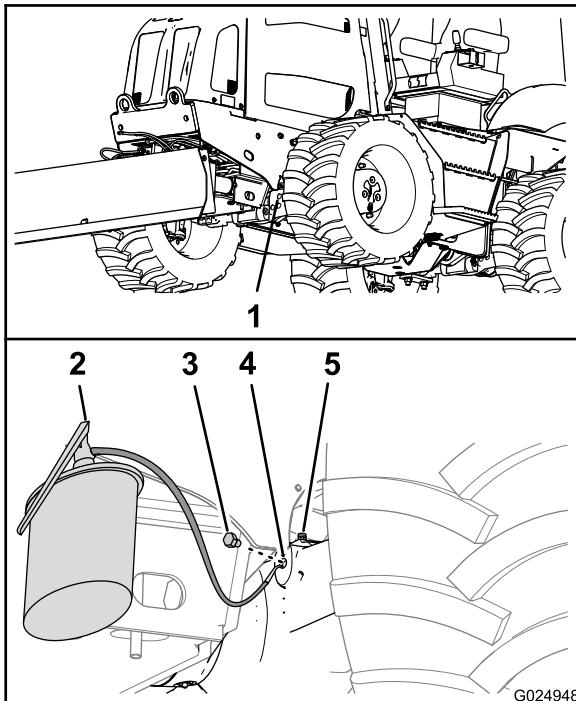
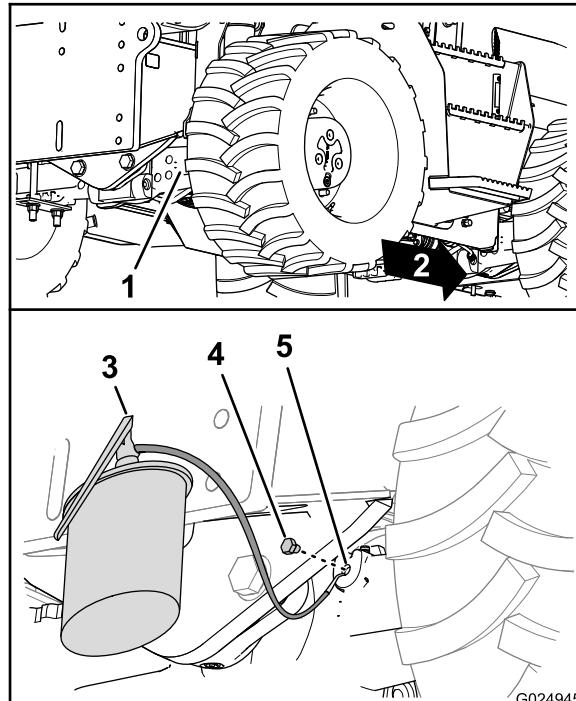

Figura 95
Figura 96
5. Instale los tapones de vaciado en los orificios de vaciado de las cajas de piñones (Figura 95 y Figura 96).
| 6. Llene los ejes con el aceite especificado a través de la mirilla hasta que el aceite llegue a las rosas de la parte inferior del orificio (Figura 95 y Figura 96). |
| 8. Instale los tapones de llenado en las mirillas de las cajas de piñones de los ejes (Figura 95 y Figura 96). |